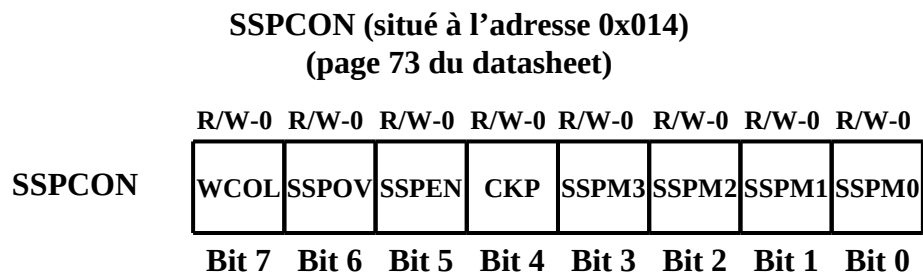

Figure VIII.151.
② le registre SFR **SSPCON**, dont le format est fourni sur la figure VIII.151.